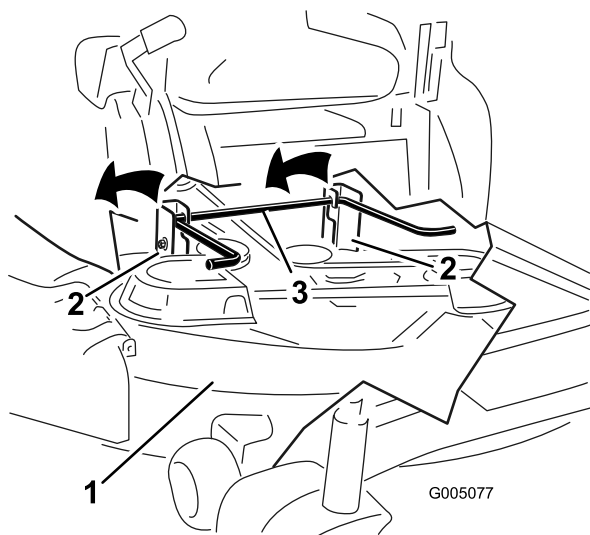

Figura 57
5. Eleve la plataforma del cortacésped y desenganche la varilla de elevación trasera de los soportes, y baje el cortacésped con cuidado al suelo (Figura 57).
5. Eleve la parte trasera de la plataforma del cortacésped y coloque los soportes sobre la varilla de elevación trasera (Figura 57).